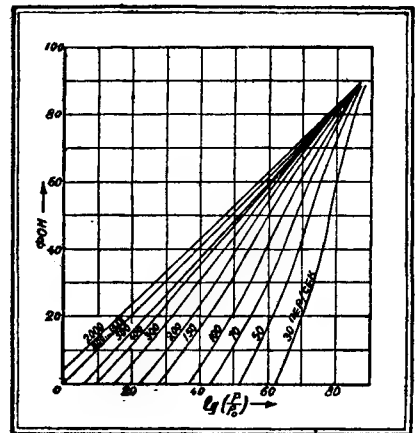
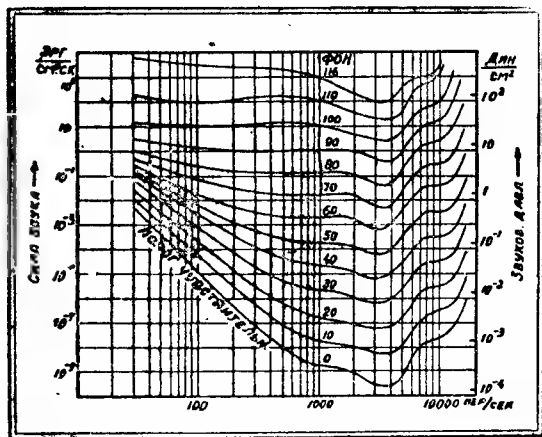

Рис. 9. Громкость чистых тонов в зависимости от звукового давления
Рис. 10. Кривые равной громкости
Для чистых тонов исследователем Кингсберга, а в последнее время Флетчером и Мансоном получено семейство кривых, соответственно уравнению (1). На рис. 9 показана громкость для различных частот как функция от $20 \lg (P/P_0)$. Соответствующие кривым аналитические выражения даны Штейнбергом в виде формулы
На рис. 9 прежде всего видим под углом 45° прямую для 1000 пер/сек, которая действительно также для соседних частот; здесь раздражение пропорционально звуковому давлению. Для более низких частот оно возрастает быстрее, соответственно большей крутизне кривых, например для 50 пер/сек раздражение пропорционально P^2 . В этом проявляются нелинейные свойства уха: с возрастающим звуковым давлением появляются гармоники, обнаруживающие наиболее сильное действие при низких частотах и увеличивающие громкость. Эти же кривые показывают характерную для уха зависимость давления на пороге слышимости от частоты. Эту зависимость можно сделать наиболее наглядной, перечертив семейство кривых рис. 9 в виде кривых равной громкости (рис. 10). Самая нижняя из этих кривых представляет собою кривую порога слышимости и обнаруживает сильное уменьшение чувствительности уха для низких и высоких частот. При 1000 пер/сек порогу слышимости соответствует звуковое давление $3,16 \cdot 10^{-4}$ дин/см², при 30 пер/сек
это давление должно быть в 1000 раз больше. Кривая порога слышимости есть собственно частотная кривая чувствительности всех органов передачи звука — наружного, среднего и внутреннего уха. При более значительных величинах громкости нелинейные искажения вызывают большее увеличение раздражения для низких частот и вместе с тем повышение чувствительности уха к изменению силы звука для этих частот. Это служит причиной изменения формы кривой, что можно видеть на рис. 10. Эти исследования уже дают ключ к построению объективных измерителей громкости. Для этого надо включить (согласно схеме рис. 7) между микрофоном и измерительным прибором фильтр, осуществляющий частотные зависимости соответственно кривым рис. 10. На практике воспроизводятся лишь некоторые из этих кривых, как например кривые для громкостей 20, 40, 60 фон. Можно полагать, что при измерении таким прибором громкости частотных смесей и шумов получаются приблизительно правильные результаты.